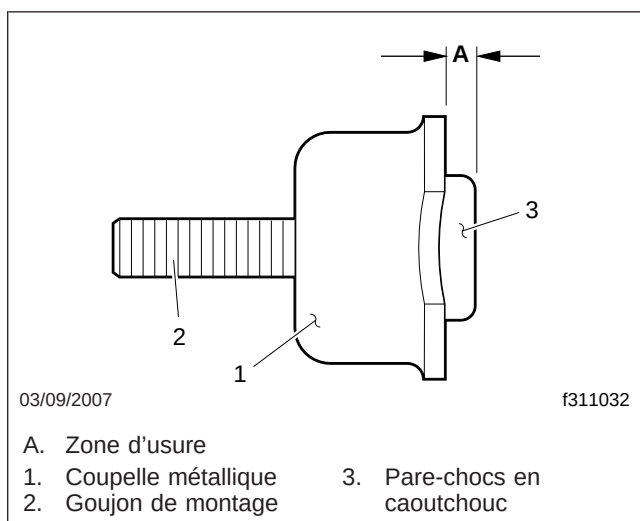
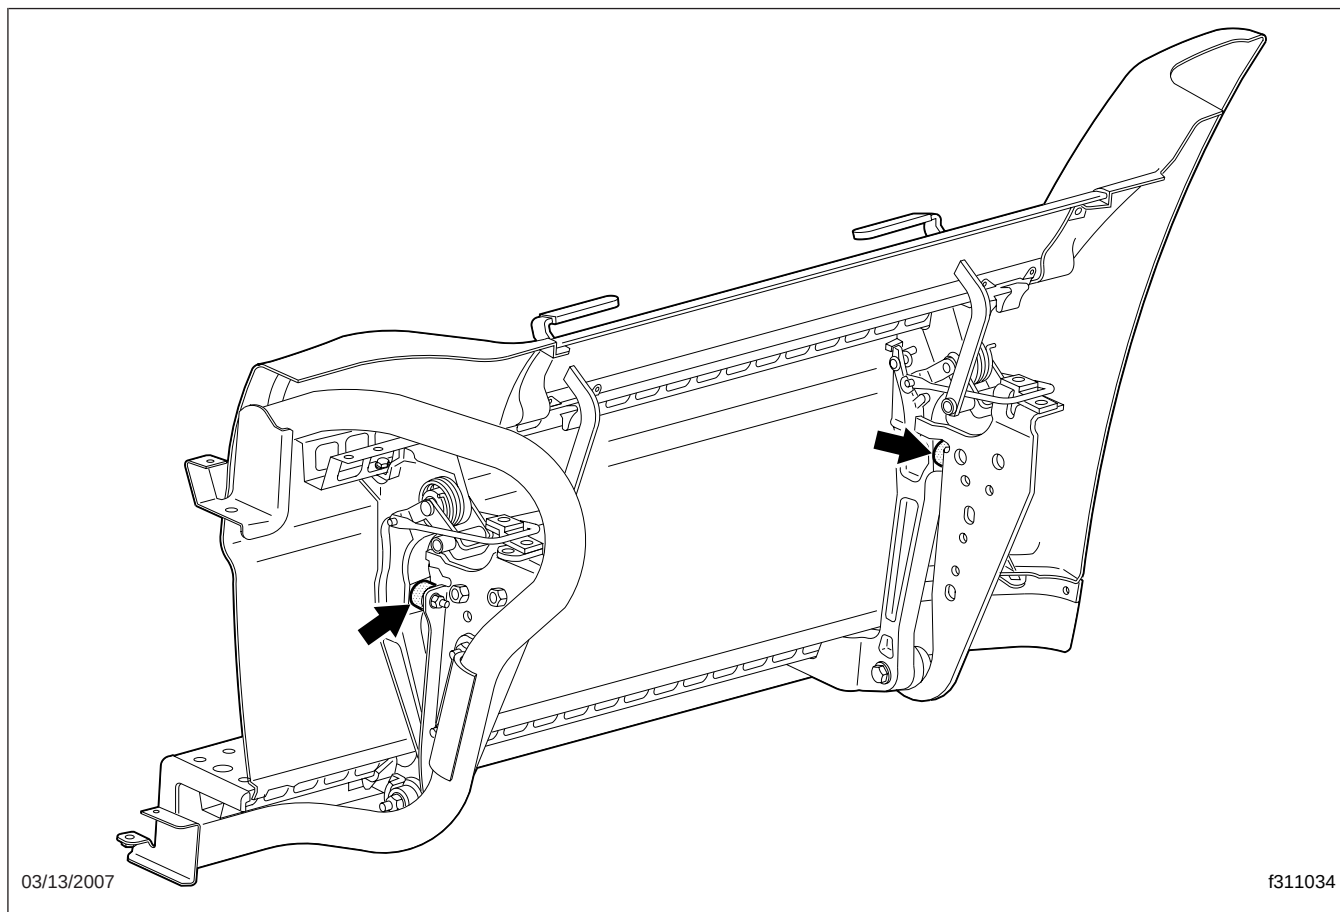

Fig. 6, Pare-chocs du carénage
Fig. 7, Emplacement du pare-chocs
2. Inspectez les pare-chocs en caoutchouc pour voir s'ils ne présentent pas d'usure. Consultez la **figure 6** pour la zone d'usure du pare-chocs et la **figure 7** pour l'emplacement du pare-chocs.